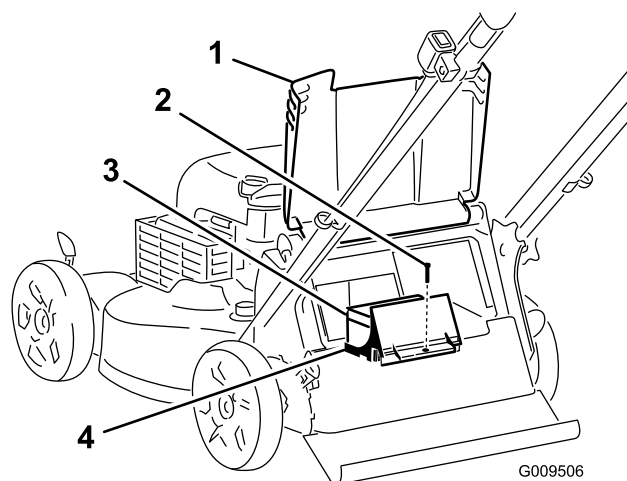
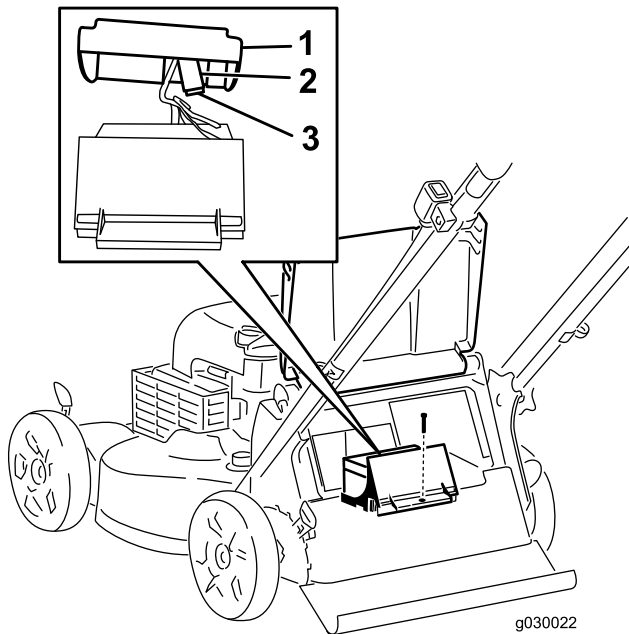

Figure 26
Figure 27
1. Soulevez le déflecteur arrière et localisez le logement de la batterie (Figure 26).
3. Enlevez la vis qui fixe le logement de la batterie, sortez la batterie et localisez le fusible (Figure 26 et Figure 27).
4. Remplacez le fusible dans le porte-fusible (Figure 27).